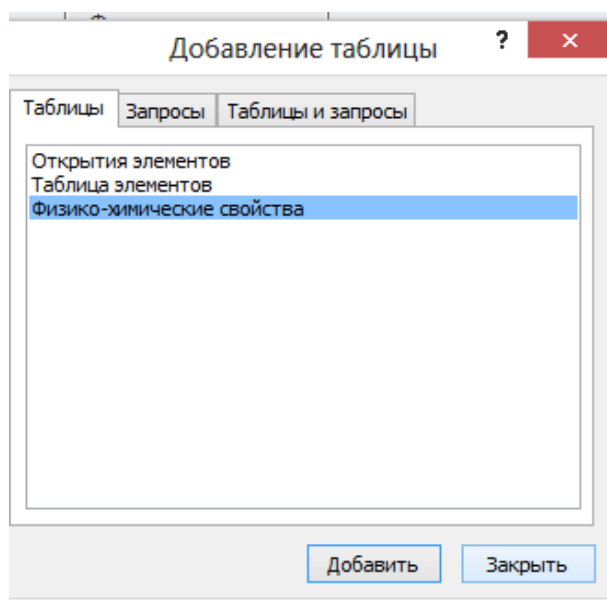

Рисунок 81 - Диалоговое окно *Добавление таблицы*
3. В диалоговом окне *Добавление таблицы* (рисунок 81) дважды щелкните каждую таблицу или запрос, которые следует использовать в качестве источников записей.